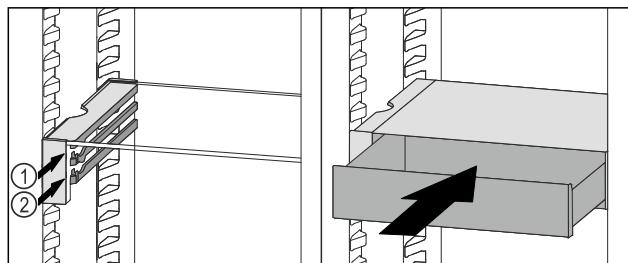

Fig. 109
- Zásuvku VarioSafe nasadte za zarážkami na požadovanom rebre Fig. 109 (1) alebo Fig. 109 (2).